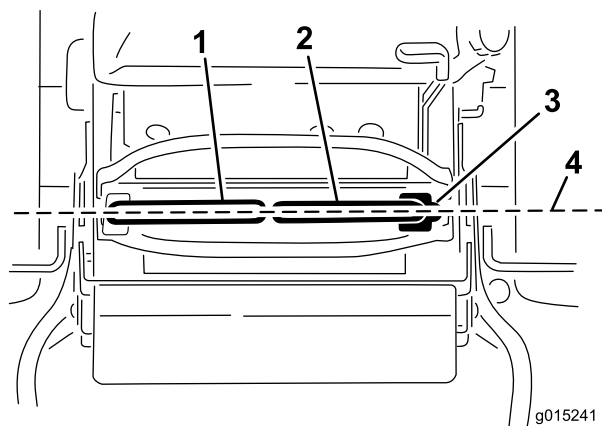

Figura 19
de control de movimiento hacia adelante-atrás (Figura 19).
1. Una vez ajustada la alineación horizontal, compruebe la alineación hacia adelante-atrás (Figura 19).